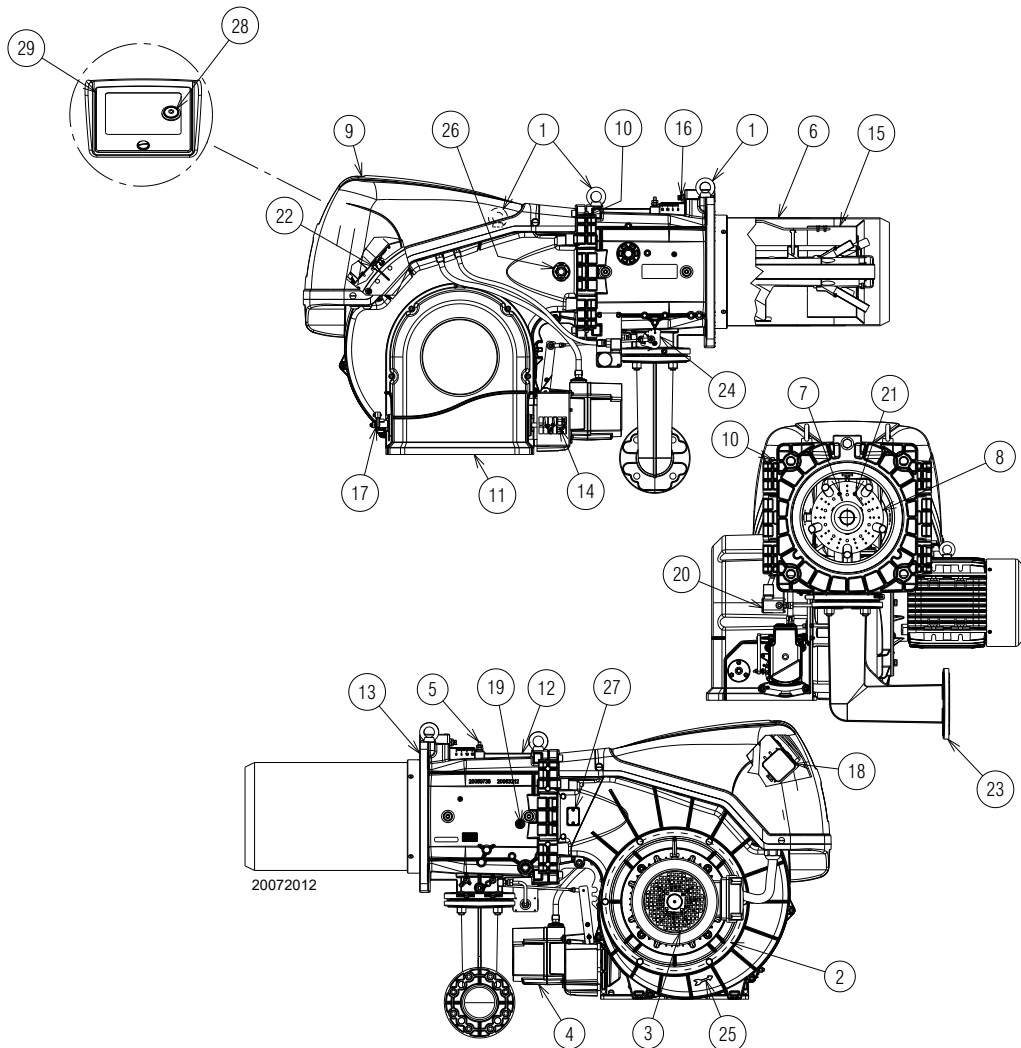

Рис. 5
- (1) Исходные условия: Температура окружающей среды 20°C - Температура газа 15°C - Барометрическое давление 1013 мбар - Высота 0 м н. у. м.
- (2) Давление на штуцере 5) (Рис. 5) при нулевом сопротивлении в камере сгорания и при максимальной мощности горелки.
- (3) Звуковое давление было измерено в лаборатории на заводе-изготовителе, горелка работала на испытательном котле на максимальной мощности.. Звуковая мощность была измерена по методу свободного поля, предусмотренному стандартом EN 15036, и согласно классу точности измерения 3, как описано в нормативе EN ISO 3746.
- (4) Для топлива G31 необходимо установить комплект для перехода на сжиженный газ. См. ПРИЛОЖЕНИЕ А «Комплект для работы на сжиженном газе».